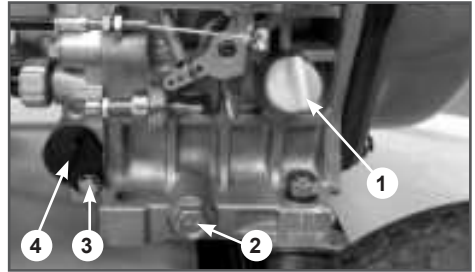

Рис. 15 Замена моторного масла
3. Извлеките крышку-щуп (Рис. 15 п. 1) из маслосазливной горловины и вытрите щуп чистой ветошью.
4. Открутите пробку (Рис. 15 п. 2) для слива масла и слейте отработанное масло в подготовленную для этого емкость.
6. Открутите болт фиксации масляного фильтра (Рис. 15 п. 3). Во избежание пролива масла подложите кусок ветоши под масляный фильтр, после чего извлеките его (Рис. 15 п. 4).